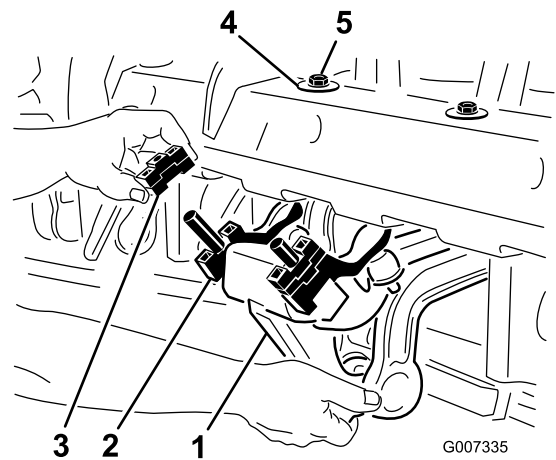

図 26
1. ロタリンクダンパ・アセンブリをコアリングヘッドのフレームの下側に固定している2個のロックナット 1/2" を外す 図 26。
2. ダンパ・アセンブリを下げてスペーサが見えるようにする 図 26。
4. ロタリンクダンパ・アセンブリをコアリングヘッドのフレームに元通りに取り付ける。D形ワッシャを 図 26 のようにコアリングヘッドに取り付けるのを忘れないこと。ロックナット2個を固定する。